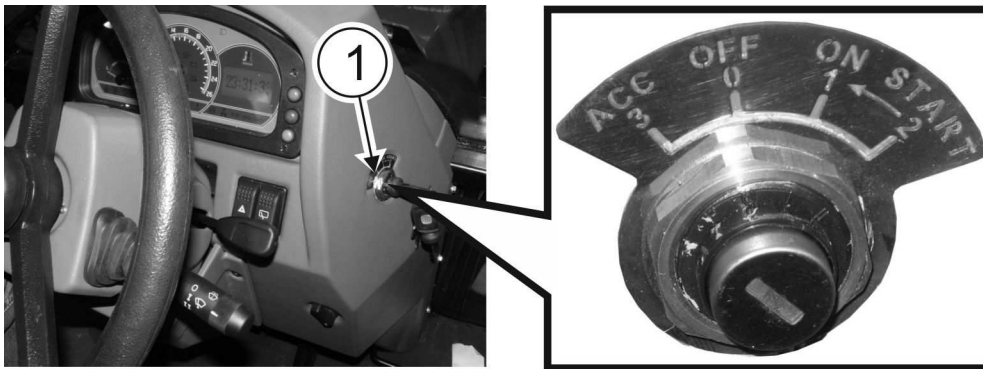

ABB. 3.17 Motoranlassen.
-  - Kontrollleuchte Motoröldruck Leuchtet, wenn der Druck unterhalb des zulässigen Wertes fällt. Leuchtet auch, wenn der Zündschlüssel in Stellung 1 (ON) bleibt (ABB. 3.17);
-  - Kontrollleuchte Öldruck der Lenkung Leuchtet, wenn der Druck unterhalb des zulässigen Wertes fällt und der Motor läuft. Leuchtet auch, wenn der Zündschlüssel in Stellung 1 (ON) bleibt (ABB. 3.17). Kurzweiliges Blinken ist zulässig.
- Kontrollleuchte Batterieaufladung Wenn die Lampe leuchtet und der Motor läuft – Fehler, der behoben werden muss. Leuchtet auch, wenn der Zündschlüssel in Stellung 1 (ON) bleibt (ABB. 3.17).
Auf dem Armaturenbrett befindet sich rechts ein Zündschalter(1) (**ABB. 3.17**) mit vier möglichen Stellungen: